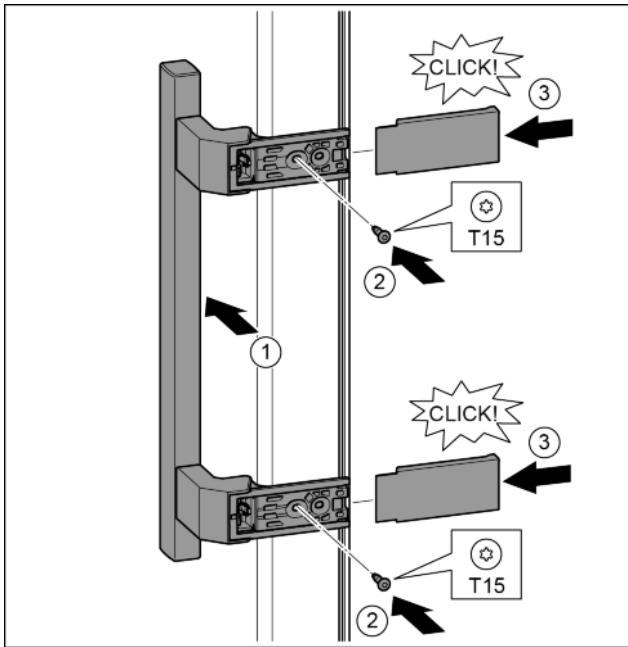

Fig. 19
- Установить ручку на противоположной стороне. Fig. 19 (1)
- Затянуть винты отверткой T15. Fig. 19 (2)
- Установить крышки сбоку и надвинуть. Fig. 19 (3)